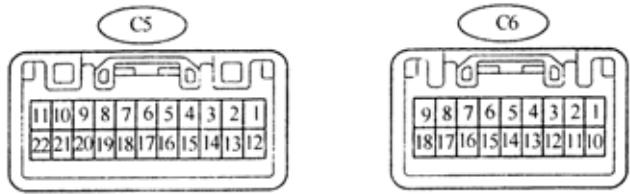

图 9-64
1) 模拟仪表 ECU 端子, 如图 9-64、表 9-27 所示。